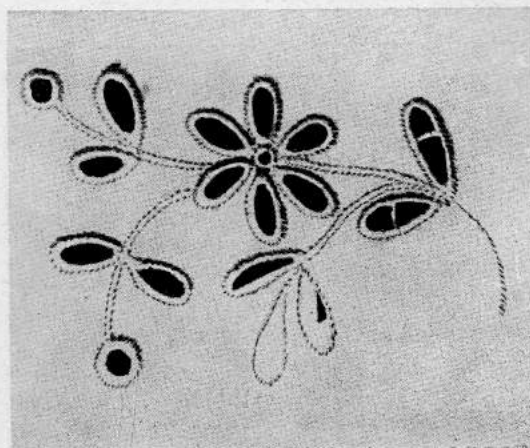

Bild 59
Q. Lochstickerei für lange Löcher (Bild 59)